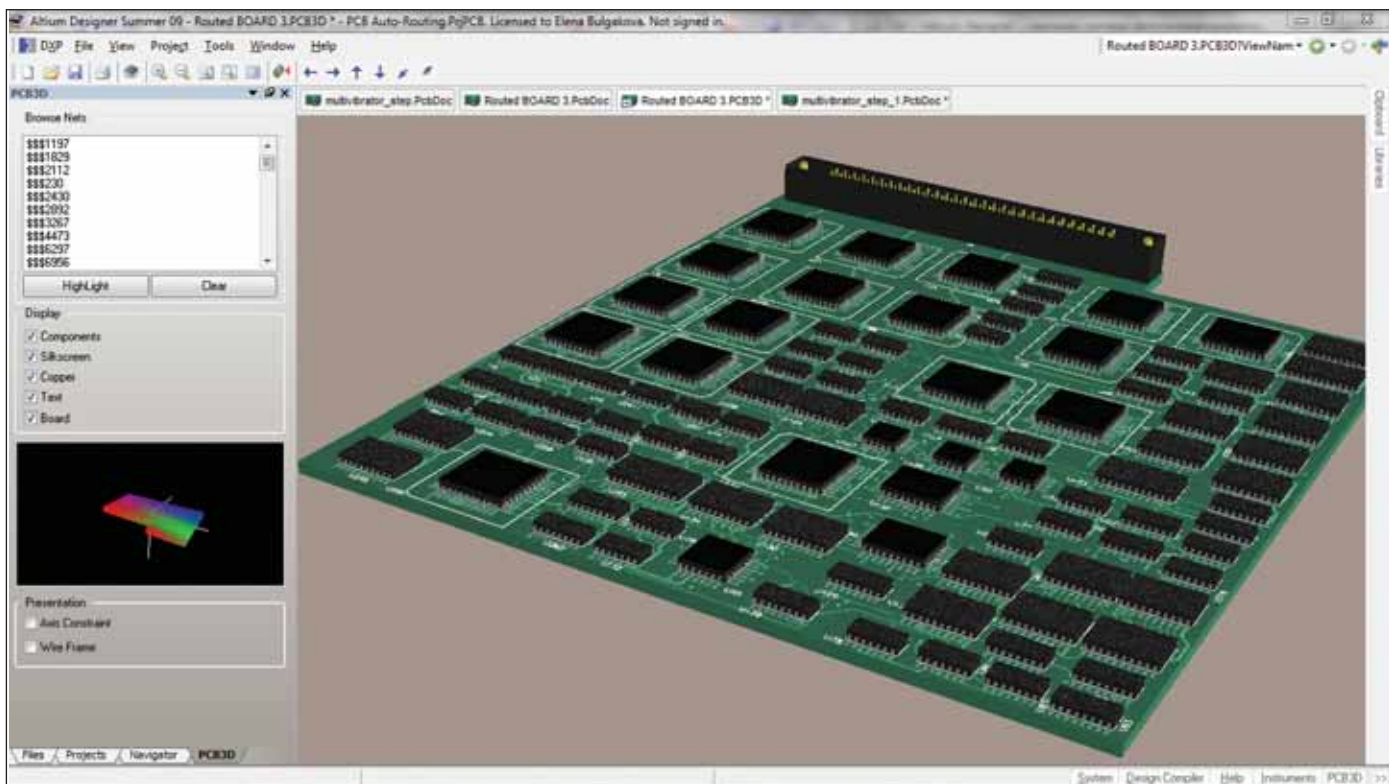

Рис. 7
**Работа с трехмерными моделями.** В Altium Designer Summer 09 существует возможность просмотра трехмерного вида проектируемой платы. Разработчик может вывести на монитор реальный вид платы с компонентами, оценить ее сопряжение с механическими деталями конструкции и внести необходимые изменения (рис. 7).